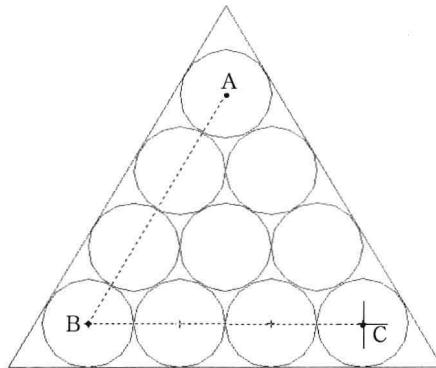

图 4-1-7
(2) 依次单击A、B、C点，绘制选择多段线ABC，如图4-1-7所示。